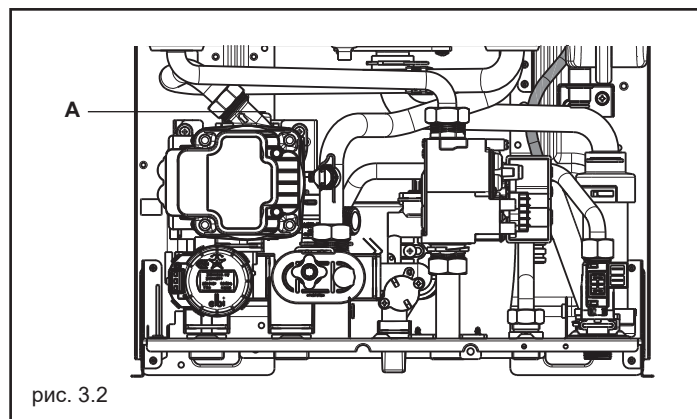

рис. 3.2
- 1 Откройте колпачок нижнего автоматического вентиляционного клапана (А, рис. 3.2) на два-три оборота и оставьте его открытым.